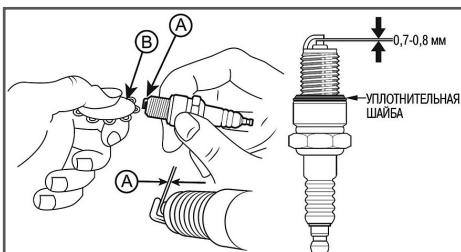

Рис. 27 Зазор между электродами свечи зажигания
- Измерьте зазор А между электродами свечи зажигания специальным щупом В (Рис. 27). Зазор должен быть 0,7-0,8 мм (Рис. 27). При увеличении или уменьшении требуемого зазора, рекомендуется заменить свечу, так как регулировка зазора может привести к изменению качества искрообразования.